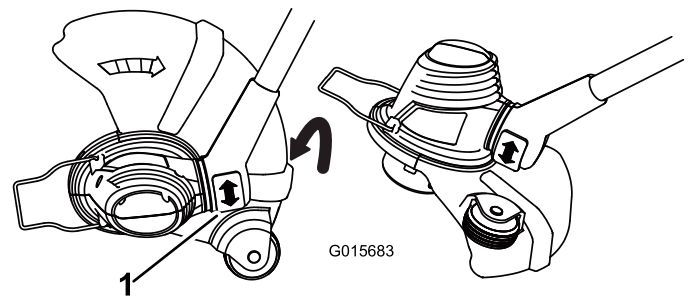

Figura 6
- Para ajustar la orientación de la base, presione hacia abajo sobre el botón de giro situado en la base del mástil, luego gire la base a la orientación deseada (Figura 6).